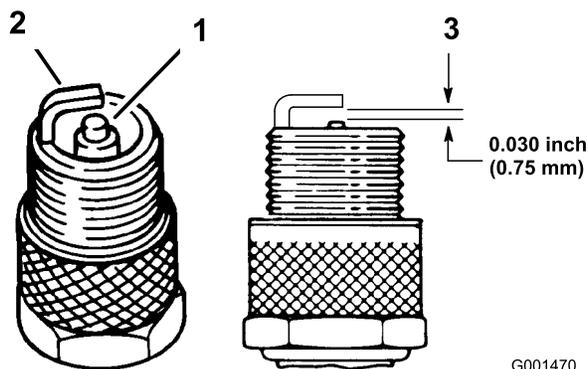

Figura 30
3. Controllate le condizioni degli elettrodi laterale e centrale, e dell'isolatore dell'elettrodo centrale, per accertare che non siano avariati (Figura 30).
4. Impostate la distanza tra il centro e il lato degli elettrodi a 0,76 mm (Figura 30). Montate la candela con la giusta distanza fra gli elettrodi, e serratela a 20 Nm.